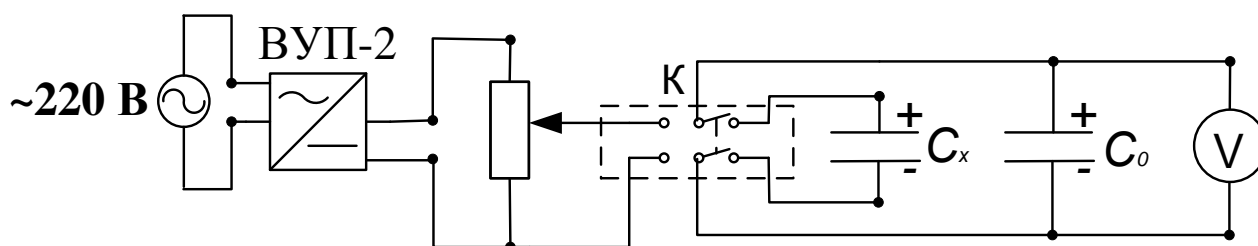

Рисунок 5 – Схема электрическая принципиальная
**Упражнение 1. Ознакомьтесь с приборами и соберите цепь по схеме (рис. 5), подключая один из исследуемых конденсаторов.**